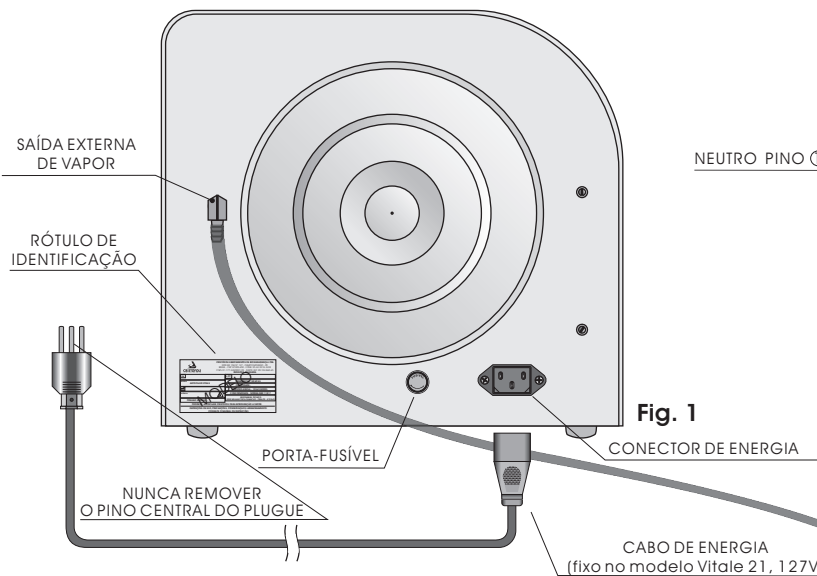
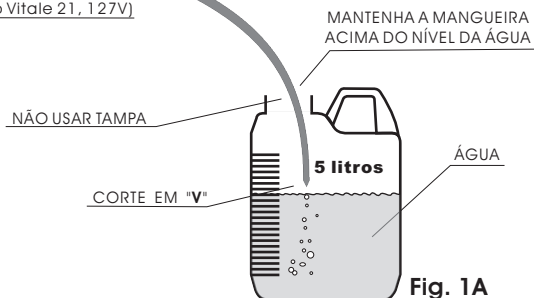

Fig. 1
Fig. 1A
- ▶ Nunca toque na saída externa de vapor (Fig. 1, pág. 9) e/ou nas superfícies internas da autoclave (câmara, bandejas, material, etc.) quando estiverem quentes, ou seja, durante ou logo após o ciclo de esterilização. Mesmo após aguardar o resfriamento dos materiais, é recomendado o uso de luvas adequadas para a manipulação dos materiais esterilizados. **O uso indevido poderá resultar em queimaduras. Não nos responsabilizamos por procedimentos incorretos que possam causar acidentes;**
Adquira uma mangueira de borracha resistente ao calor com tecido interno de bitola 5/16", 300 psi (conforme amostra) e conecte-a na extremidade da saída externa de vapor (Fig. 1) localizada na parte posterior da autoclave, coloque a braçadeira que acompanha a autoclave (Fig. 10, pág. 11) e aperte-a com uma chave de fenda. A outra extremidade deve ser conectada a uma tubulação de esgoto que suporte a temperatura de 100°C ou colocada dentro de um recipiente sem tampa posicionado 40 cm abaixo do nível da autoclave com água comum para a depressurização (Fig. 1A), neste caso, a mangueira deve estar **acima do nível da água**, com corte em "V" na extremidade e deve ser inspecionada **anualmente** para a verificação de obstruções e condições gerais.
- 9► **SAÍDA EXTERNA DE VAPOR** - Localizada na parte posterior da autoclave (Fig. 1, pág. 9), possui diâmetro de 5/16" para conexão da mangueira de despressurização, que por sua vez é conectada à tubulação de esgoto ou recipiente com água. É responsável por expulsar o ar frio da câmara no início do ciclo e o ar quente no final do ciclo. Consulte "*Instruções de Instalação*" tópico "*Instalação Hidráulica*" (Pág. 9).
- 17► **CABO DE ENERGIA** - Usado para conectar o equipamento à rede elétrica. **Obs.:** No modelo Vitale 21 (127V), o cabo de energia é fixo no equipamento (Fig. 1, pág. 9 e Fig. 9, abaixo);